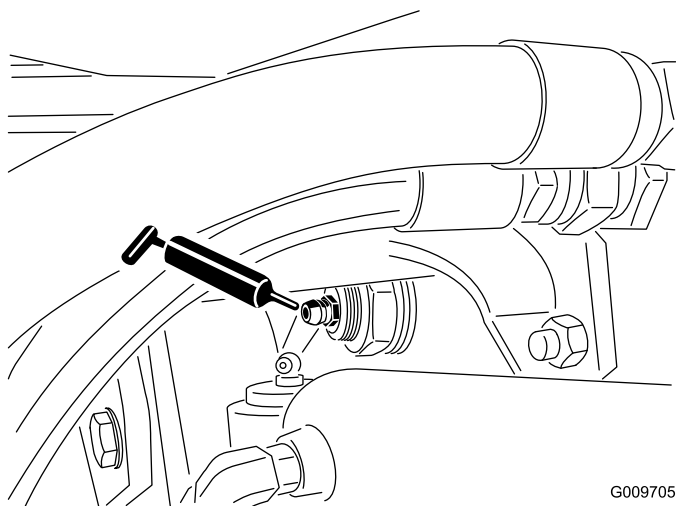

Figura 21
- Boccole orientabili (2) dell'assale posteriore (Figura 21)